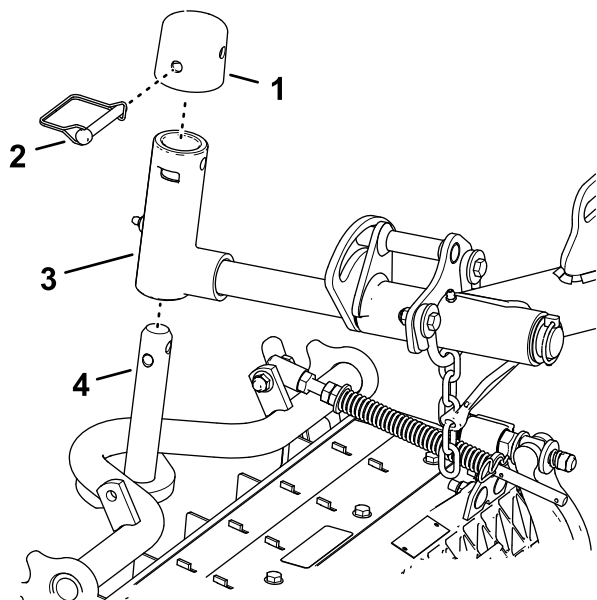

Figura 17
- Deslice una unidad de corte debajo del brazo de elevación (Figura 17).
Bloqueo del pivote de la unidad de corte para segar en una pendiente – Bloquee los pivotes de las unidades de corte para evitar que las unidades de corte giren cuesta abajo al segar de través en una pendiente. Utilice el orificio del brazo giratorio (Figura 17) para bloquear la unidad de corte. Utilice la ranura si la unidad de corte es dirijible.